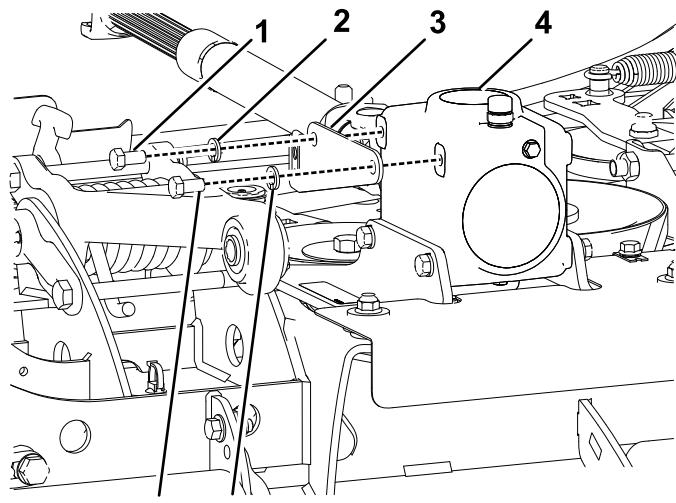

Figure 8
2. Montez le support de pivot sur le boîtier d'engrenages (Figure 8).